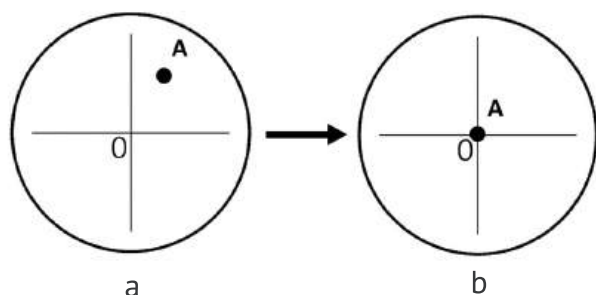

Рис. 16. Центрировка адаптера и камеры.
- Наблюдая объект через окуляры, найдите в поле зрения отличительную деталь изображения, которую легко идентифицировать, например, точку А на рис. 16а.
- Переместите объект так, чтобы точка А оказалась в центре поля зрения, рис. 16б. Для этого удобно использовать калибровочный слайд и окуляр со шкалой или перекрестием.